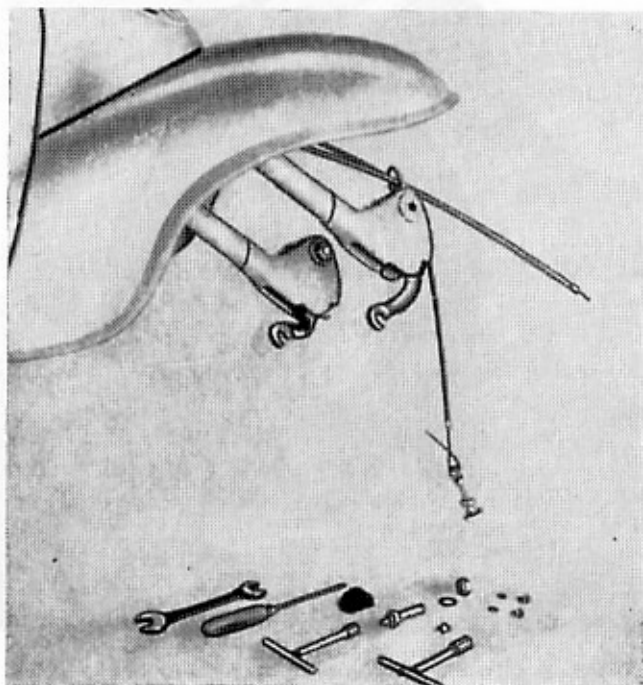

Fig. 37
- 59** Smontare ciascun tampone di gomma inferiore: smontare il perno di rotazione della leva portaruota (chiave da 19), svitare l'ingrassatore posto sotto la leva, svitare le due viti di fissaggio del tampone inferiore (chiave da 10) e rimuovere il tampone aiutandosi con un cacciavite. Vedi fig. 37.